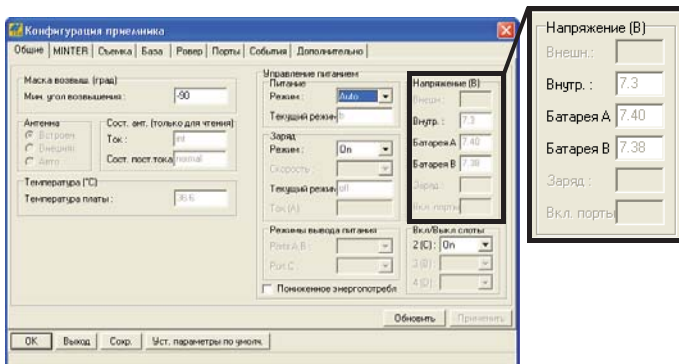

Рис. 2-10. Отображение показаний вольтметров
6. В подменю **Напряжение (В)** отображается информация о текущих значениях напряжений (Рис. 2-10 на стр. 2-13).